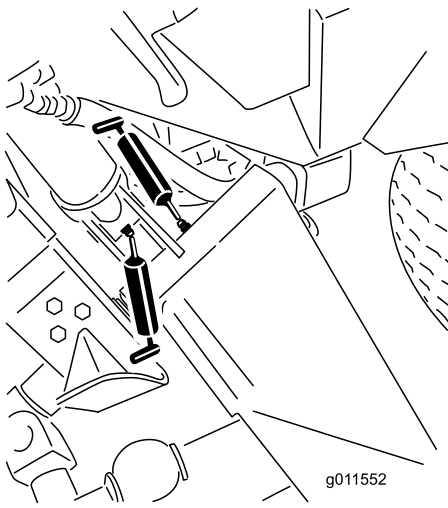
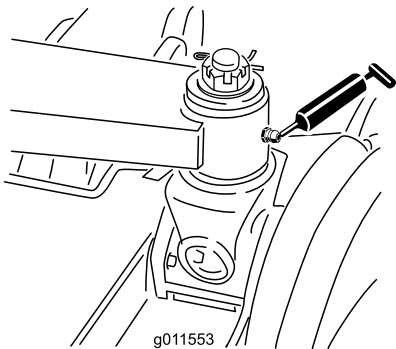

Figura 41
Figura 42
- Casquilhos do braço de elevação principal (6) (Figura 41 e Figura 42)